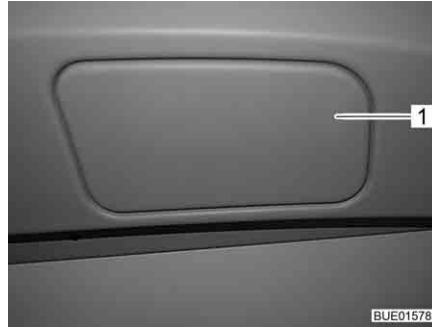
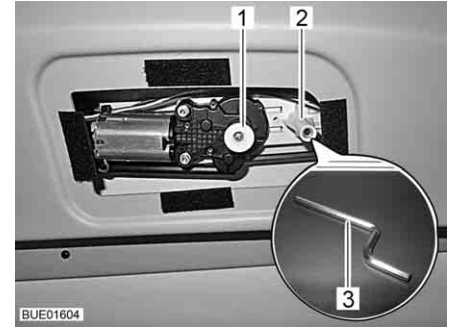

Fig. 108 Tapa del desbloqueo de emergencia
Fig. 109 Desbloqueo de emergencia del oscurecedor de la luna delantera
- Utilizando un objeto plano (p. ej. una moneda), levantar la tapa (Fig. 108,1) del desbloqueo de emergencia en el techo de la cabina del conductor.
- Insertar el brazo largo de la llave hexagonal entregada (Fig. 109,3) en el alojamiento (Fig. 109,2).
- Pulsar el botón (Fig. 109,1).
- Extraer el botón (Fig. 109,1) e instalar la cubierta (Fig. 108,1).